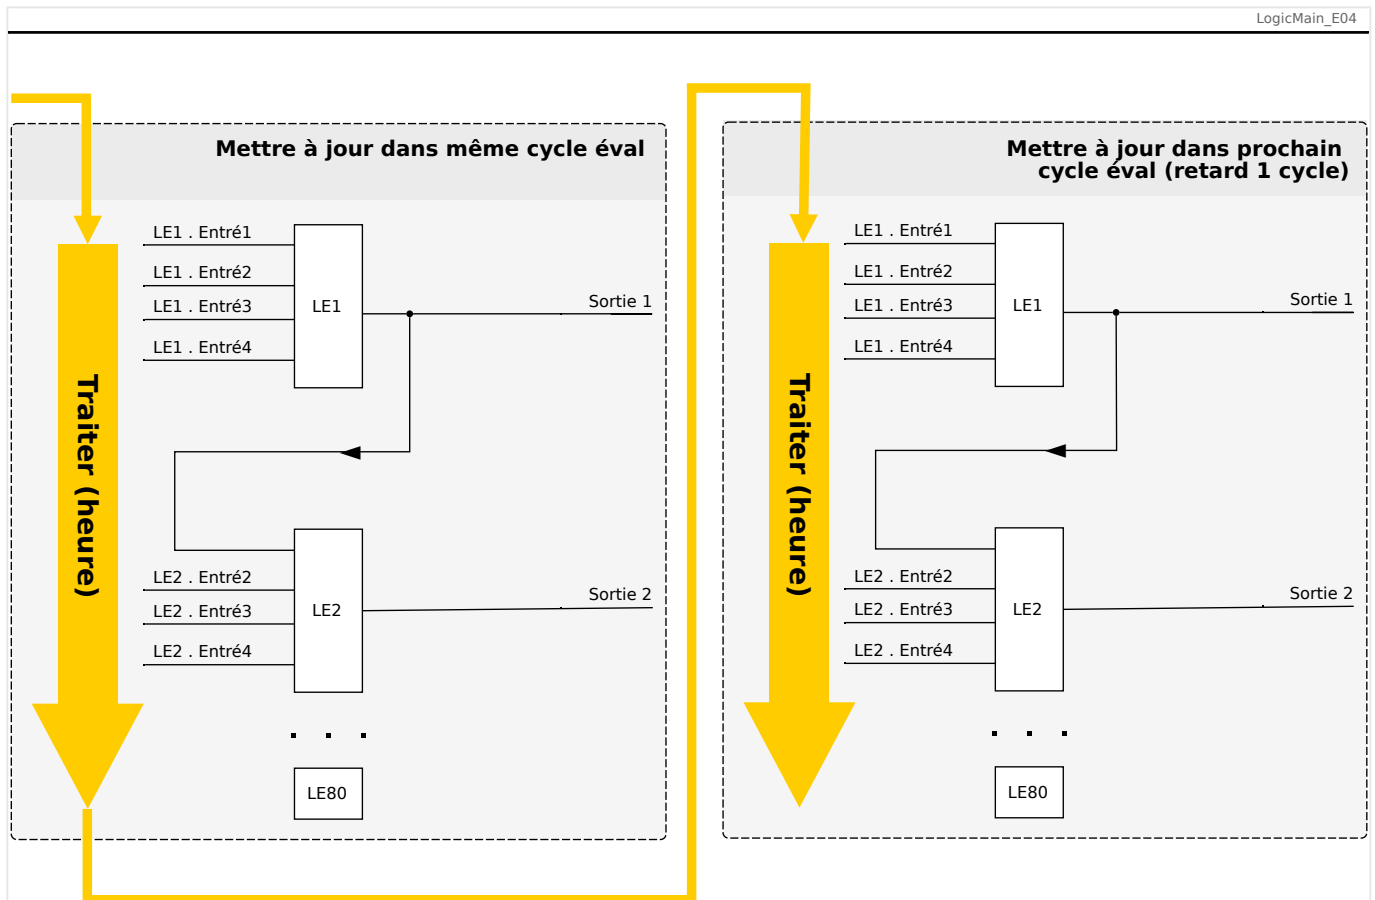
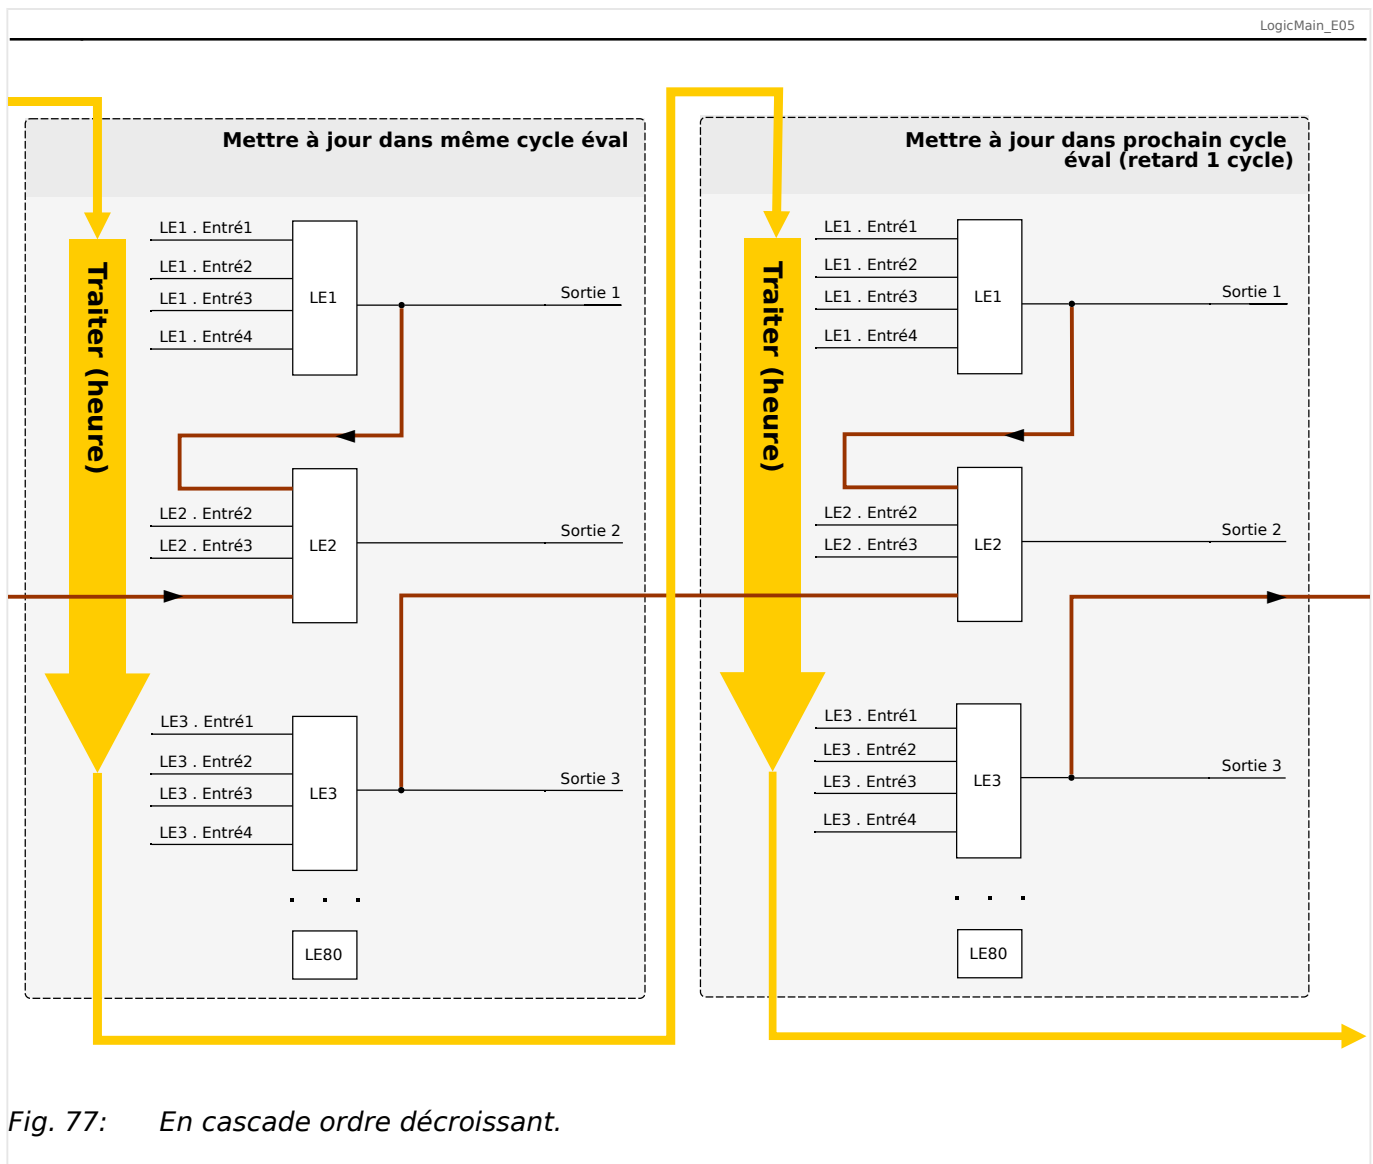

Fig. 76: En cascade ordre croissant.
Fig. 77: En cascade ordre décroissant.
- Dans une séquence **ascendante**, certaines sorties sont injectées en entrée dans une équation logique portant un numéro **plus élevé**. Par exemple, le schéma  Fig. 76 ci-dessous indique que le résultat de l'équation logique LE1 est utilisé en tant qu'entrée de l'équation logique LE2.
- Dans une séquence **descendante**, certaines sorties sont injectées en entrée dans une équation logique portant un numéro **plus bas**. Par exemple, le schéma  Fig. 77 indique que le résultat de l'équation logique LE3 est utilisé en tant qu'entrée de l'équation logique LE2.
Les séquences ascendantes et descendantes peuvent être utilisées et combinées les unes avec les autres, sans différence immédiate. Toutefois, en raison de l'évaluation de toutes les équations par ordre ascendant, les valeurs de temps de fonctionnement réelles qui sont injectées en entrée d'une équation auront un « âge » différent, comme on peut le voir dans  Fig. 76 et  Fig. 77 ci-dessous.
Dans l'exemple présenté dans Fig. 77 ci-dessus, l'équation logique « 2 » utilise les états de sortie de deux autres équations, les équations logiques « 1 » et « 3 ». Le résultat de l'équation logique « 1 » est utilisé dans l'ordre ascendant. Il a par conséquent été évalué au cours du même cycle de traitement. Le résultat de l'équation logique « 3 » est utilisé dans l'ordre descendant. Il a par conséquent été évalué au cours du cycle de traitement précédent.